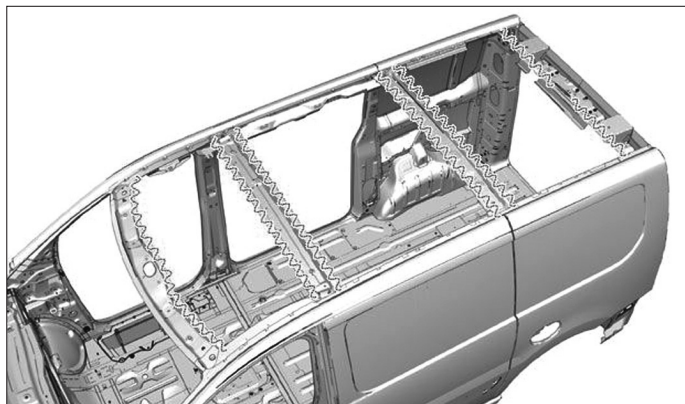

FIG. 78
- Appliquer une colle de calage (Fig.78).